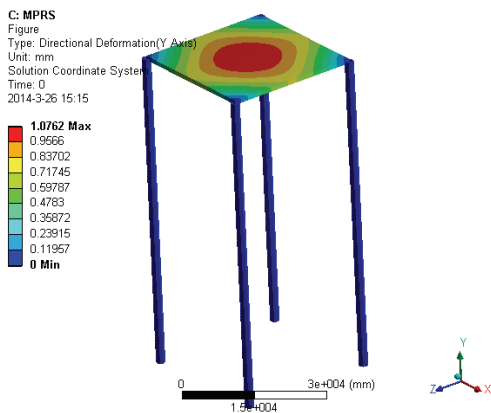
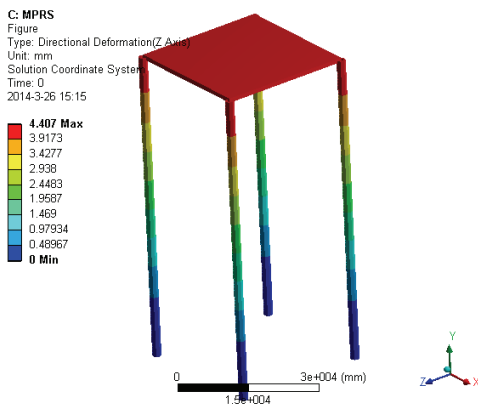

图 12-26 Y 向变形云图
图 12-27 X 向变形云图
10) 在 Outline 树结构图中的 Total Deformation 上单击右键，在弹出的快捷菜单中选择 Evaluate All Results，此时进行求解，求解后得到的图形如图 12-26 和图 12-27 所示。